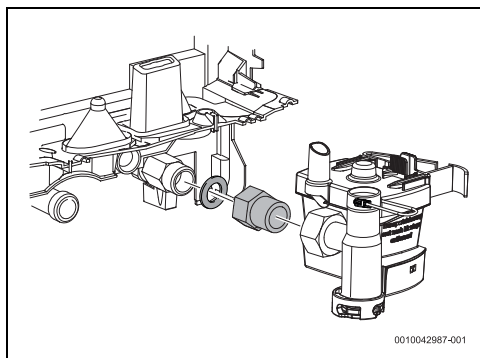

Bild 20 Zusätzliche Buchse
- Zusätzliche Buchse anbringen, um die ordnungsgemäße Installation des Aquastop-Systems zu ermöglichen (Bild 20).